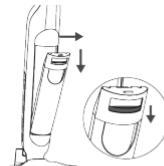

рис. 1
2. Нажмите клавишу разблокировки резервуара для чистой воды. Потяните резервуар для чистой воды на себя, чтобы вынуть его (рис. 1).